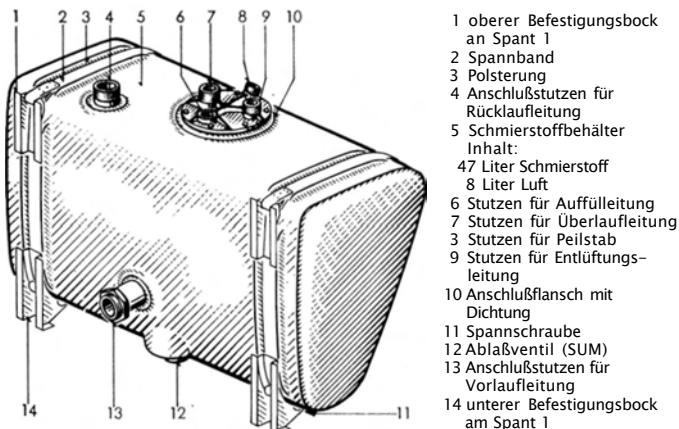

Abb. 7 Schmierstoffbehälter 55 Liter Fassungsvermögen
Der mit Außenbordfüllanschluß versehene Schmierstoffbehälter (5) (Abb. 7) ist im Rumpf zwischen Spant 1 und 2 mit Spannbändern (2 und 3) an einem Gerüst mit Böcken (1 und 14) befestigt. Der Behälter hat ein Fassungsvermögen von 55 Liter, darf aber nur mit 47 Liter Schmierstoff gefüllt werden. Der vorgeschriebene Lufräum von 8 Liter wird durch ein Überlaufrohr eingehalten. Wird mehr eingefüllt, was bei nicht geschlossener Peilstabverschraubung der Fall sein kann, so tritt durch die Erwärmung und demzufolge Ausdehnung die Gefahr der Beschädigung des Behälters ein.